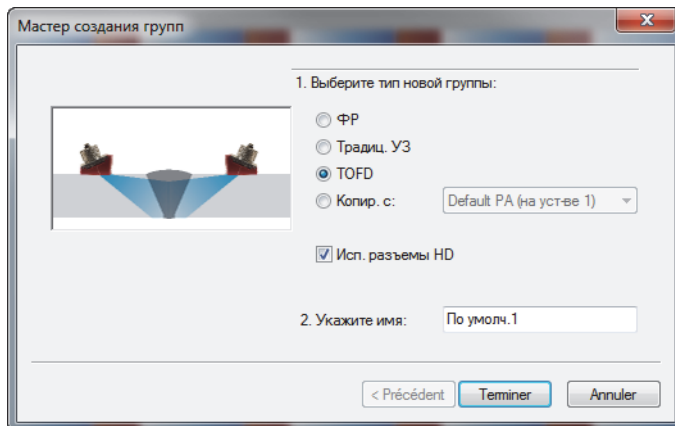

Рис. 4-16 Диалоговое окно Мастер создания групп (TOFD)
2. В открывшемся диалоговом окне **Мастер создания групп** (Рис. 4-16 на стр. 119) выполните следующее: